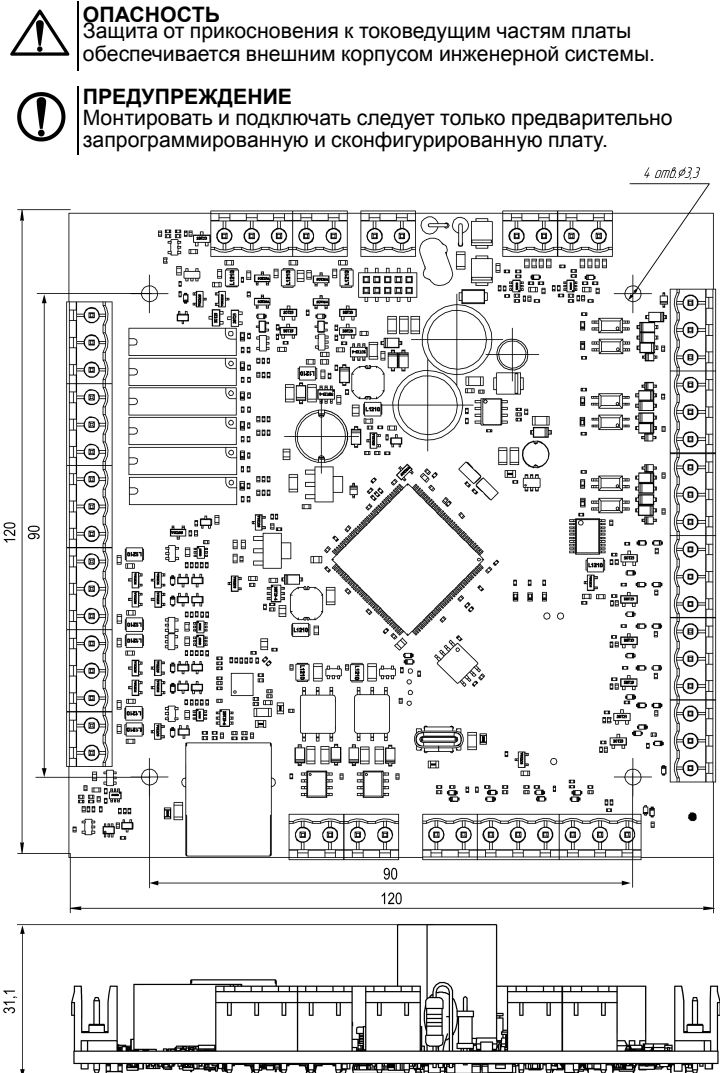

Рисунок 1 – Габаритные и установочные размеры ОВК-П-24
1. Убедиться в наличии свободного пространства вокруг платы для удобства подключения и прокладки проводов (см. рисунок 1).